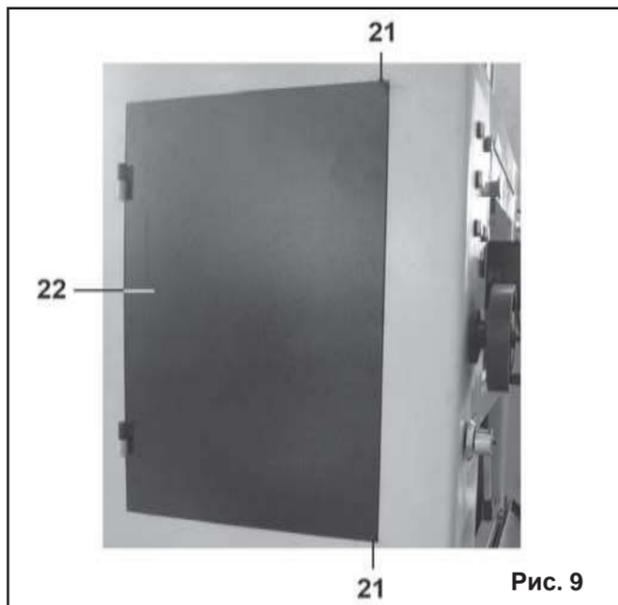
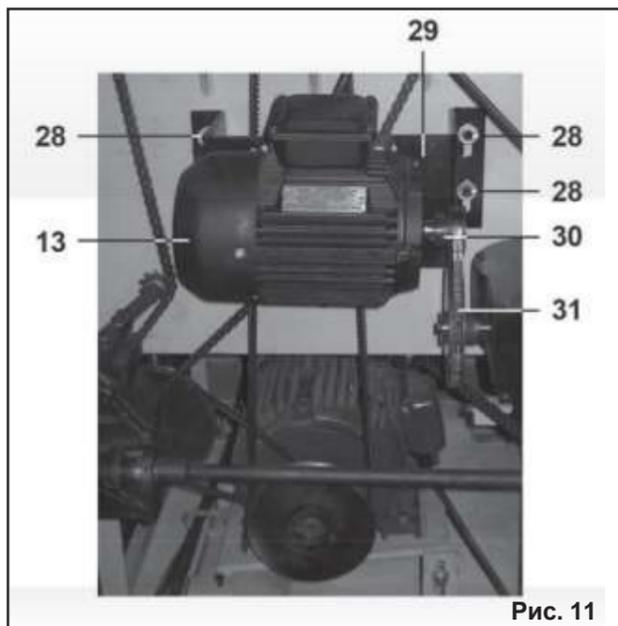

Рис. 9
Рис. 11
### 10.1. Регулировка натяжения ремней привода строгального вала (Рис. 9, 10)
10.1.1. Открутите два болта (21) (Рис. 9), откройте левую дверцу (22) и проверьте натяжение ремней передачи (24). При необходимости произведите регулировку.
### 10.2. Регулировка натяжения ремней привода подъема и опускания стола (Рис. 9, 11)
10.2.1. Открутите два болта (21) (Рис. 9), откройте левую дверцу (22) и проверьте натяжение ремней передачи привода подъема и опускания стола (31) (Рис. 11). При необходимости произведите регулировку.
10.2.2. Ослабьте четыре болта (28) (Рис. 11), произведите регулировку положения плиты (29) электродвигателя подъема стола (13).
10.2.4. Закройте дверцу (22), закрутите два болта (21) (Рис. 9).
станка (первые 50 часов наработки), производите натяжение цепи (44) по мере необходимости. Отключите станок от питающей сети, откройте дверцу (22), открутив два болта (21) (Рис. 9).